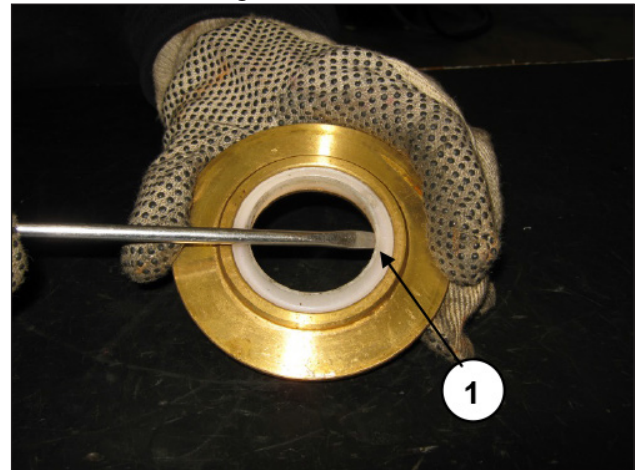

Abb. 112
Bauen Sie nun den Abstreifring mithilfe einfacher Werkzeuge gemäß Pos. ①, Abb. 112 aus, ohne dabei den Sitz zu beschädigen.